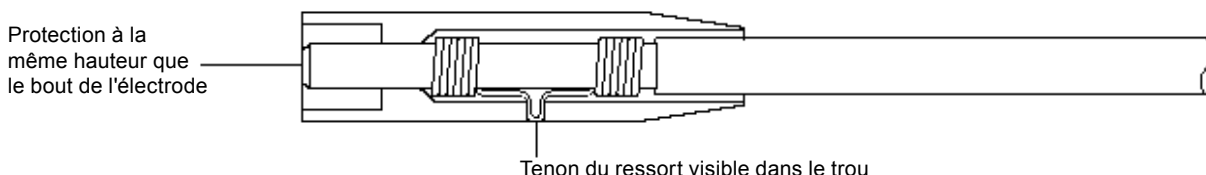

Fig. 7
Vérifier que la sonde est à la même hauteur que le bout de la tige de sonde (Fig. 7). Un léger jeu est normal.
- Pousser l'ensemble tige de sonde/ressort sur l'électrode en les tournant en même temps jusqu'à ce que l'extrémité de la tige soit à la même hauteur que le bout de la tige (voir Fig. 7, page 8). L'ensemble tige/ressort tournera facilement dans un sens uniquement.